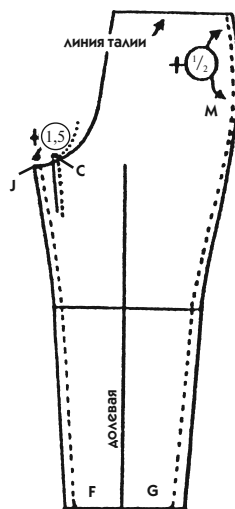

Рис. 773
Широкие или узкие брюки — эти понятия весьма относительны. Когда в моде зауженные брюки, модель на рис. 773 может рассматриваться как широкая, но при другой моде брюки этой же ширины могут расцениваться как довольно узкие. Мы не хотим устанавливать классификацию брюк, а просто характеризуем каждый пример относительно базового лекала.
5. Параллельно линии бокового среза от линии бедер до талии (сплошная линия на рис. 773) на передней и задней половинах сделайте расширение на 0,5 см.
Чтобы получить широкие брюки, можно немного увеличить пропорции модели, приведенной на рис. 773. Например, по нижнему краю добавить 1—2 см, по линии бедер — 7—8 мм, а на уровне засечек С и J оставить прежние мерки.
- Если расширение значительное, следует удлинить линии шаговых срезов, подняв уровень засечек С и J на 1,5 см, как это было сделано на рис. 773.